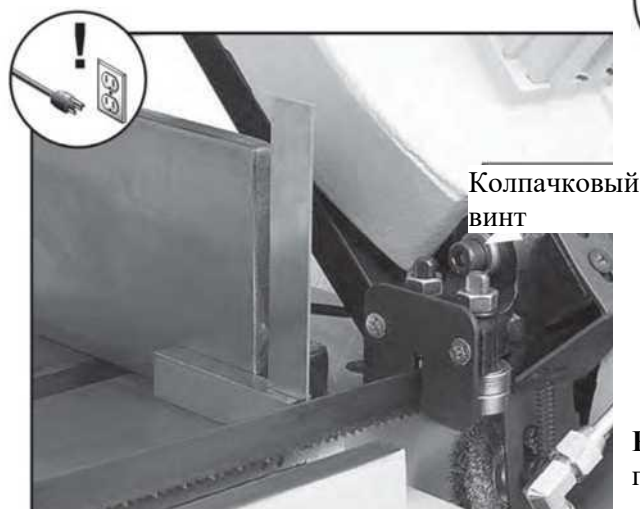

Рисунок 29. Угольник, установленный на станину стола у края ленточного полотна.
3. Поставьте угольник на станину стола и у края ленточного полотна (см. **Рисунок 29**), и проверьте различные точки по длине